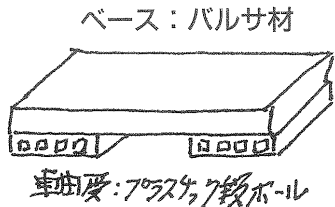

図6
- ① ベースに車輪取り付け用プラスチック製段ボールを両面テープで取り付ける。(図6)